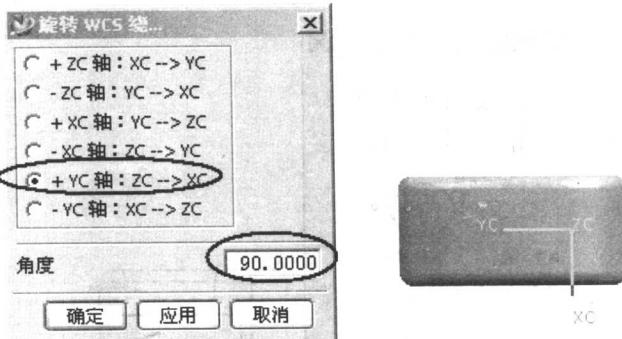

图 1-11 更改工作坐标
(2) 利用菜单“格式”→“WCS”→“旋转”，使工作坐标沿+YC 轴旋转 90°，如图 1-11 所示。注意坐标轴的变化。